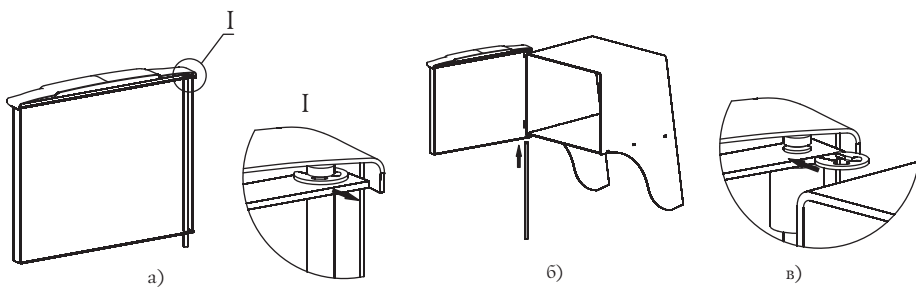

Рисунок 7. Установка дверцы при монтаже печи «Ангара»
1. Извлеките ось из дверцы, предварительно сняв упорную быстросъемную шайбу, рисунок 7.а;
3. Вставьте ось через отверстия снизу вверх, с расположением канавки под шайбу в верхней части оси, рисунок 7.б;
4. Установите упорную быстросъемную шайбу в канавку на оси, рисунок 7.в;